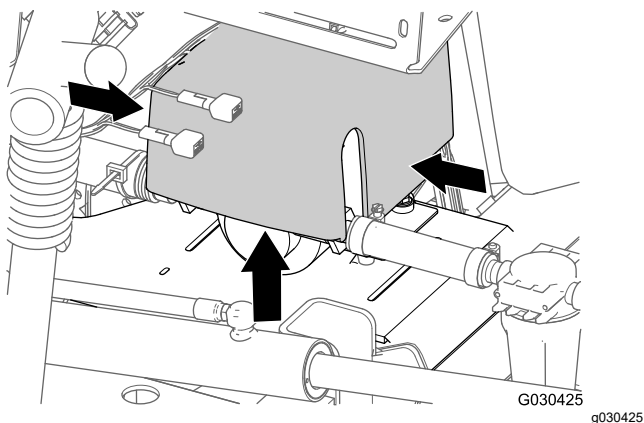

Figure 5
1. À l'arrière de la machine, appuyez de chaque côté du couvercle de la pompe de rinçage et soulevez-le jusqu'à ce que les languettes passent les fentes dans la plaque de montage, puis déposez le couvercle de la machine (Figure 5).